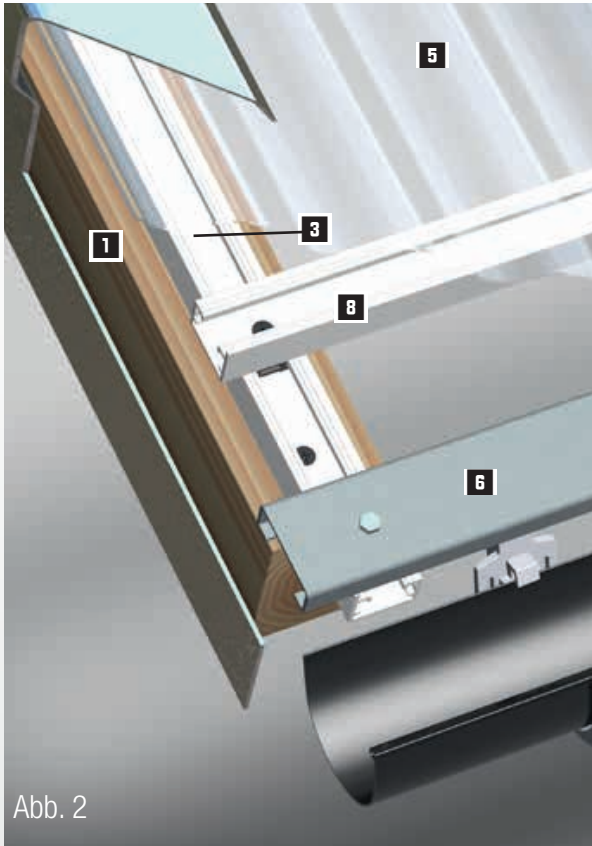

Abb. 2
3. Das später auf der Unterkonstruktion aufliegende Profilteil (also jedes 2. Profil), in das danach das obere Profil „eingeklippt“ wird, muss alle 40 cm mit einem 5 mm Bohrer vorgebohrt werden (siehe Abbildung 2).